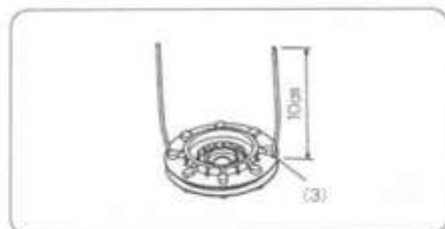

図14
④ナイロンコードは上下のリール溝に一列に巻き込み、ナイロンコードの先端を約10cm残してナイロンコードリール側板のコードを引っ掛け溝(3)に止めます。(図14)